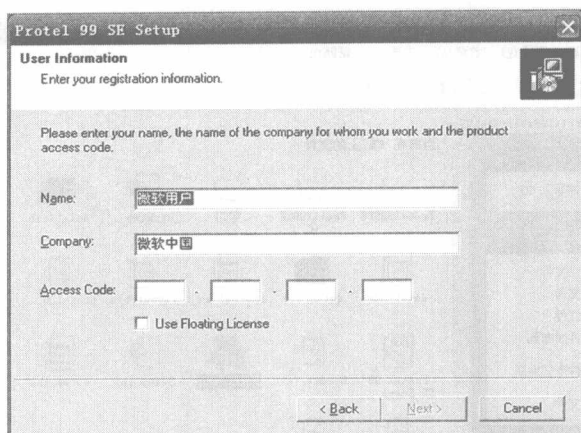

图 1.3 用户信息对话框
(2) 单击欢迎对话框的 Next 按钮,弹出如图 1.3 所示的用户信息对话框,该对话框提示用户输入用户名,用户工作单位和软件的安装序列号,只有 Protel 99 SE 软件的合法用户才能从软件供应商获取软件安装序列号。